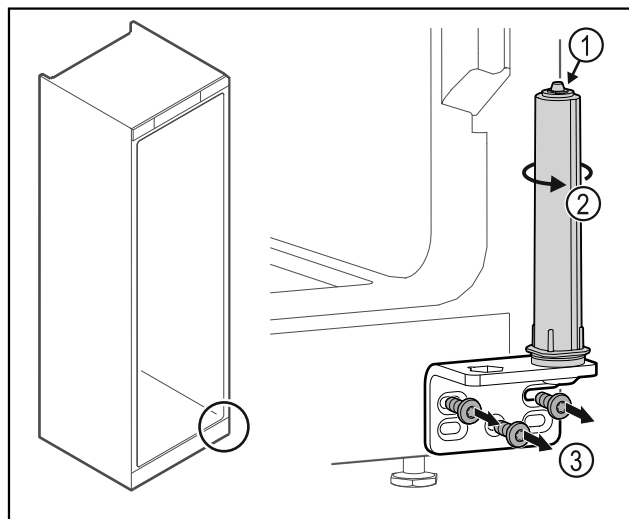

Fig. 32
- ▶ Ne razstavite sistema za zaklepanje vrat Fig. 32 (1).
- ▶ Obrcajte zaporni sistem Fig. 32 (2), dokler ne klikne.
- ▶ Odvijte kotnik tečaja vrat Fig. 32 (3).